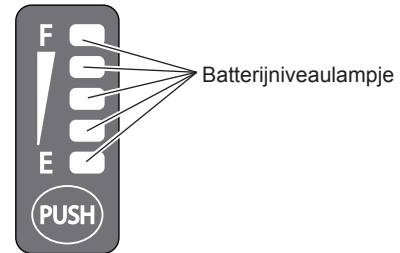

Fig. 3
- 3) Controleer of het batterijniveaulampje en de oplaad-LED gaan branden. (Fig. 3)